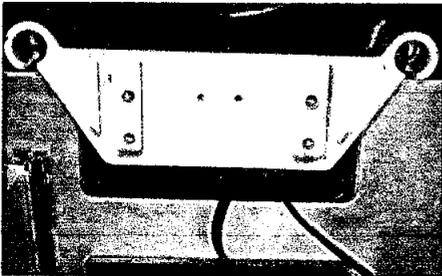

Fig. 5
- " Retire los cuatro tornillos que se adjuntan a la junta con la barbilla de descanso con el destornillador (U).
- " Ponga dos cables en el hueco entre la placa de fijación de reposacabezas y la placa con la barbilla-reposo (Fig. 5).